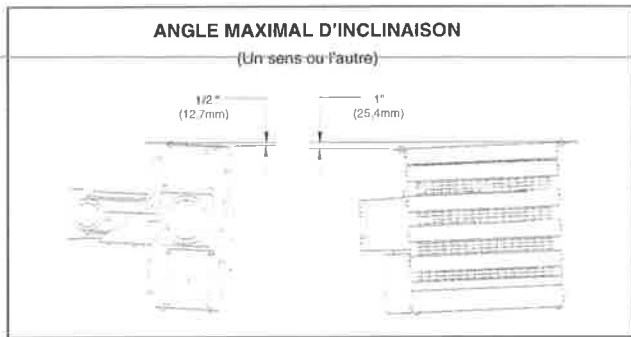

FIGURE 2
1. Pour le fonctionnement, l'aérotherme doit être installé de façon permanente en position verticale et de niveau. Voir les figures 2, 3 et 4 pour connaître l'angle d'inclinaison maximal, le dégagement maximal, ainsi que les dimensions.